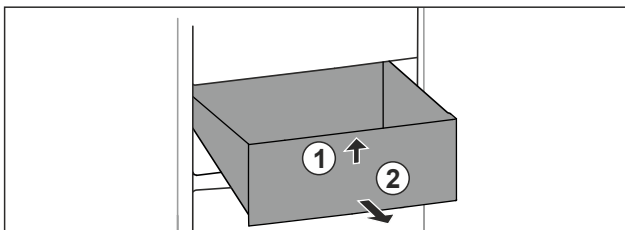

Fig. 71
- ▶ Підняти висувний ящик спереду. Fig. 71 (1)
- ▶ Вийняти висувний ящик рухом вперед. Fig. 71 (2)